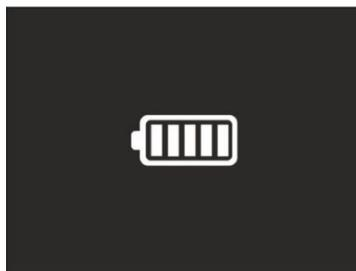

Abb. 56: Angabe der kompletten Wiederaufladung der Batterie
3. Mit festem Symbol " auf dem Display ist die Wiederaufladung der Batterie beendet (siehe Abb. 56).